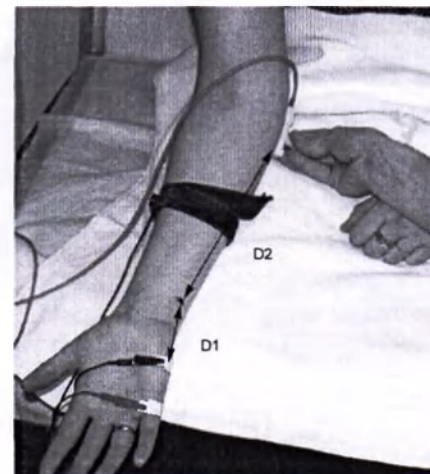

Рис. 42. Измерение расстояния
15. Проведите измерение расстояния последовательно от дистальной точки стимуляции до активного электрода, между точками стимуляции. Точность измерения расстояния — ± 5 мм (рис. 42). Расстояние на уровне локтевого сустава определяется между точками разметки сустава.